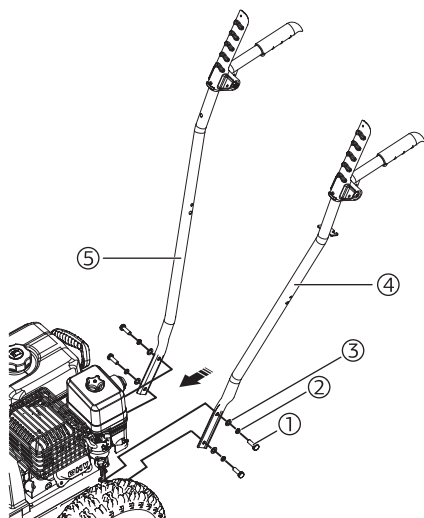

Рис. 3
1. Совместите крепежные отверстия на рукоятках (4) и (5) и на корпусе прибора. Используйте следующие крепежные элементы: болт 8x50 – 4 шт. (1); гроверная шайба D8 – 4 шт. (2); шайба D8 – 4 шт. (3). Затяните с моментом 25 Н•м (Рис. 3).